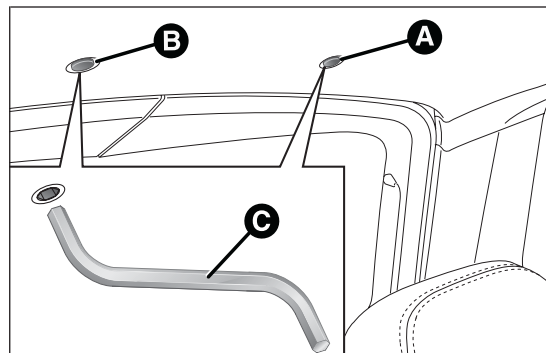

fig. 72
- ❑ **Movimentazione tendina:** rimuovere il tappo di protezione A fig. 72 ubicato sul rivestimento interno;